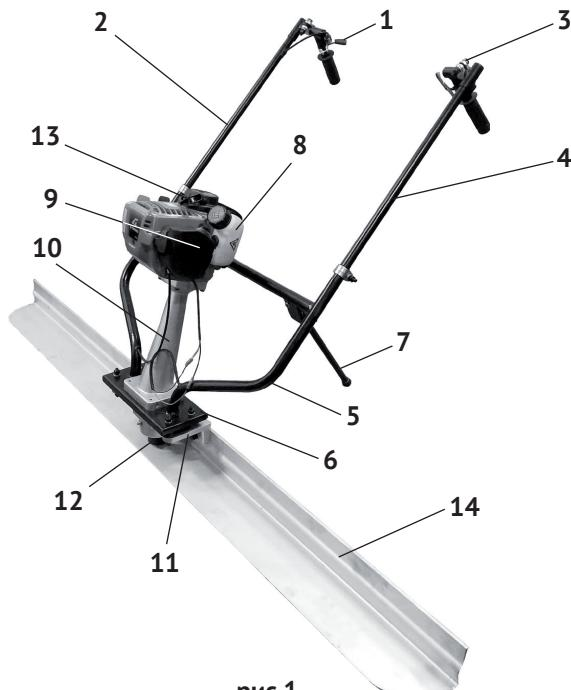

рис.1
2.5 Общий вид виброрейки представлен на рис.1
Основным несущим узлом виброрейки является металлическая трубчатая рама (рис.1 поз.5), выполненная заодно с основанием (рис.1 поз.6). Сверху к основанию крепится стойка двигателя (рис.1 поз.10) внутри которой расположен приводной вал. Снизу к основанию крепится корпус вибратора (рис.1 поз.11), внутри которого расположен эксцентриковый механизм. Корпус вибратора крепится к вертикальной части выравнивающей рейки (рис.1 поз.14) и опирается амортизатором (рис.1 поз.12) на её горизонтальную часть.
В корпусе вибратора (рис.1 поз.11), на подшипниках, смонтированы вал и эксцентриковый груз, вращение которых передаёт вибрацию на выравнивающую рейку.
Открутите крышку топливного бака (рис.1 поз.8). Заливайте бензин в топливный бак не более чем на 1 см ниже уровня основания заливной горловины. Перед запуском двигателя тщательно протрите крышку бензобака, удалив возможные при заправке брызги топлива.
- перевести рычаг газа (рис.1 поз.1) в положение холостого хода;